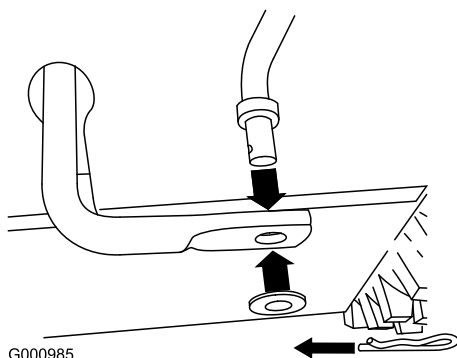

Figura 11
1. Rimuovete la coppiglia e la rondella dall'estremità inferiore dell'asta di comando della velocità e inserite l'estremità inferiore nel braccio articolato inferiore, in modo che l'estremità curva dell'asta di comando della velocità sia rivolta all'indietro (**Figura 11**).